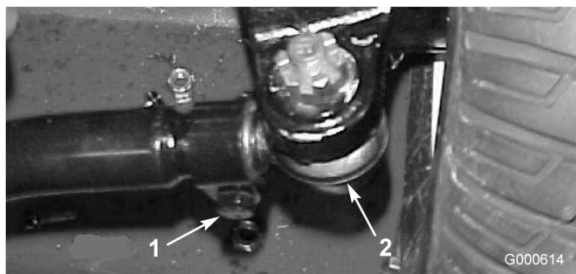

Bild 47
2. Entfernen Sie den Splint und die Mutter von einem der Spurstangen-Kugelgelenke (Bild 47). Entfernen Sie das Spurstangen-Kugelgelenk vom Achsständer.
3. Lockern Sie die Klemmen an beiden Enden der Spurstangen (Bild 47).